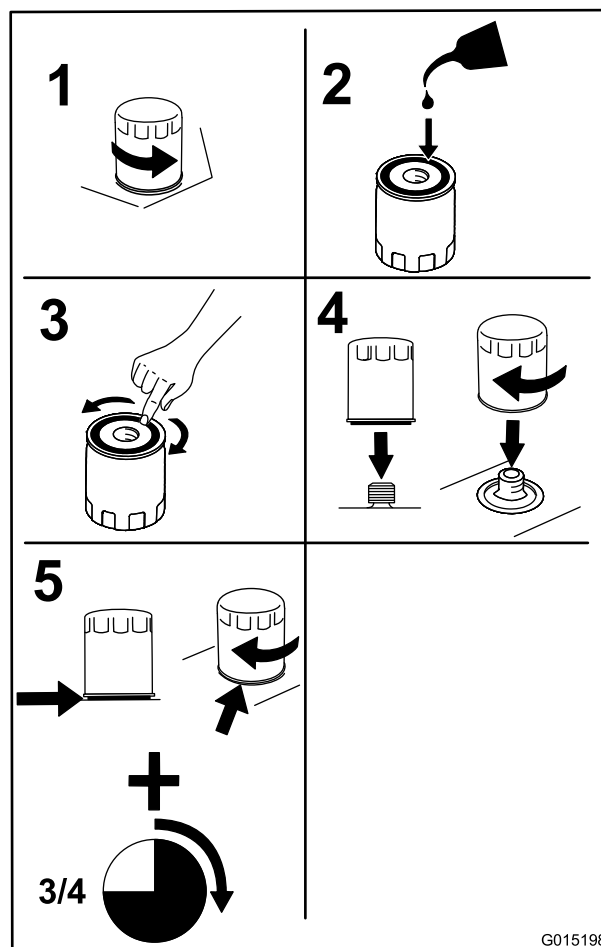

Figura 34
3. Cambiate il filtro dell'olio motore come mostrato in Figura 34.